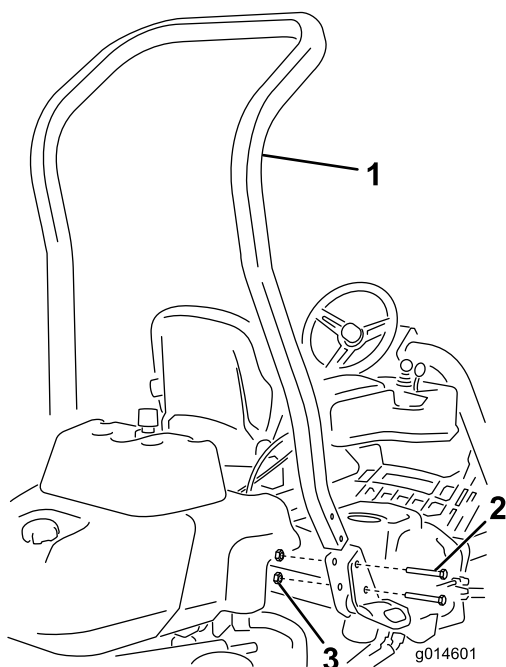

Figura 3
3. Fissate il roll bar negli incastri su ogni lato della macchina con 4 bulloni ($\frac{1}{2}$ " x $3\frac{3}{4}$ ") e 4 dadi flangiati ($\frac{1}{2}$ ") (Figura 3)..